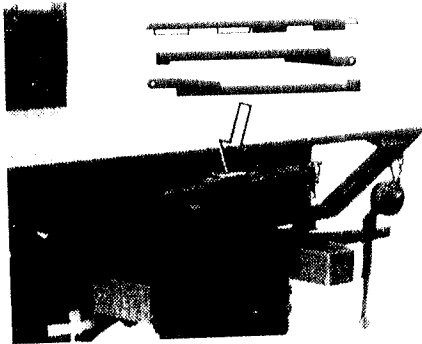

Abb. 8
1. Die Bordwandseitenteile und Seitengitter werden zusammen zwischen Fahrgestellrahmen und Pritschenboden untergebracht. Hierzu sind die Teile wie in Abb. 8 dargestellt zusammenzulegen.